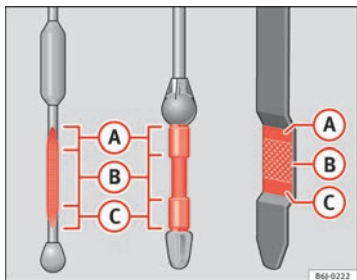

Abb. 118 Ölmesstab
- Ziehen Sie den Messstab anschließend wieder heraus und lesen Sie den Ölstand ab ⇒ Abb. 118. Füllen Sie gegebenenfalls Motoröl nach.